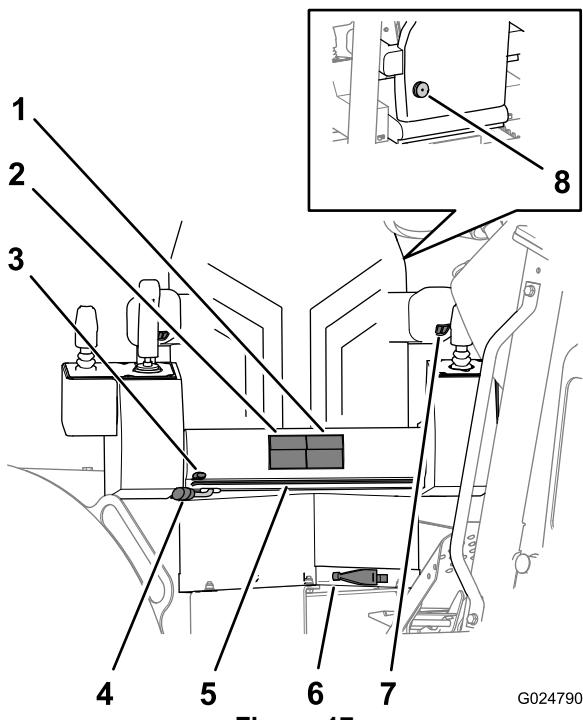

Figure 17
- Boutons de réglage de hauteur du siège** – pour monter ou descendre l'assise du siège (Figure 17).
- Boutons de coulissemement du siège** – pour faire coulisser l'assise du siège en avant ou en arrière (Figure 17).
- Levier de coulissemement du cadre du siège** – Utilisez ce levier pour avancer ou reculer le siège et son cadre (Figure 17).
- Levier de réglage d'assise du siège** – Utilisez ce levier pour avancer ou reculer l'assise du siège sur le cadre du siège (Figure 17).
Le siège pivote à 360° et se verrouille en position par palier de 10° (Figure 17).
- Compensateur de poids du siège** – Tournez ce levier pour permettre au compensateur de poids de régler la tension de soutien en fonction du poids de l'utilisateur (Figure 17).
Tournez la commande pour éléver ou abaisser l'accoudoir (Figure 17).
Tournez le bouton situé derrière le dossier pour régler le support lombaire à la position la plus confortable (Figure 17).